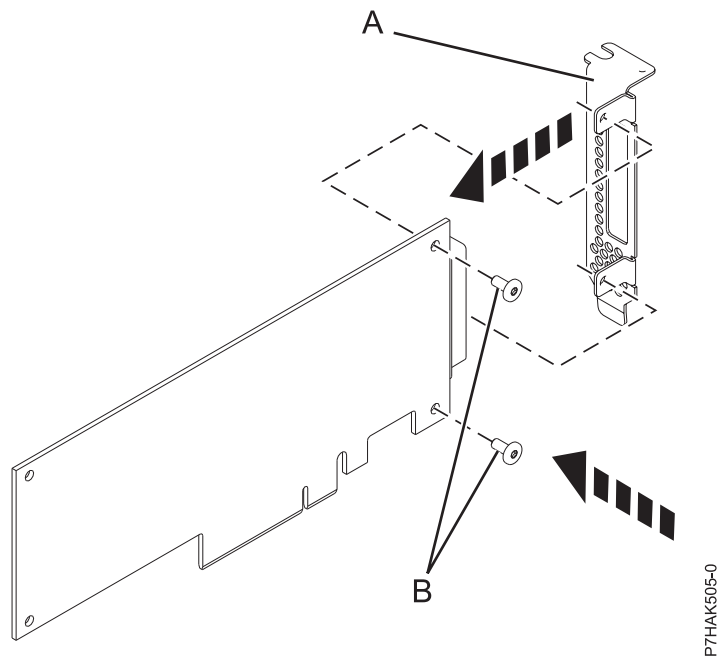

Figura 52. Fixació de la contrapunta de perfil baix a un adaptador PCIe
14. Mitjançant un tornavís Phillips i els dos cargols de retenció (**B**), fixeu la contrapunta (**A**) de l'adaptador PCIe que falla a l'adaptador PCIe nou, tal com es mostra a la Figura 52 a la pàgina 54.